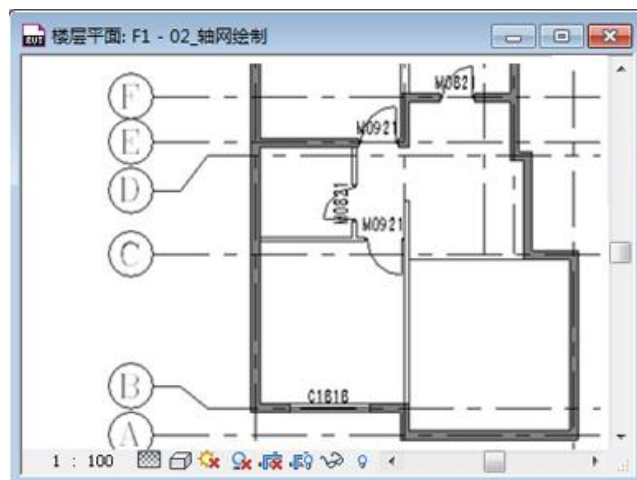

图 2-20
- 使用同样的方法，单击“常用选项卡”>“构建”面板>“门”工具，在“放置门”的上下文选项卡，单击“属性”点击“编辑类型”，打开“类型属性”对话框，以“M\_单开门 M0821”为基础复制新的门类型“M0921”，并将门宽度设置为“900”。并将门 M0921 按下图中的位置及开启方向放置，通过临时尺寸标注将两扇门据右侧墙体距离均修改为 50mm（如图 2-20 所示）。